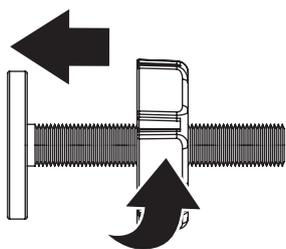

Figura 1-1
Coloque las (4) varillas del eje roscadas (B). Gire las ruedas de ajuste a lo largo del roscado, eliminando la brecha entre la rueda de ajuste y la pata de goma (Figura 1-1).